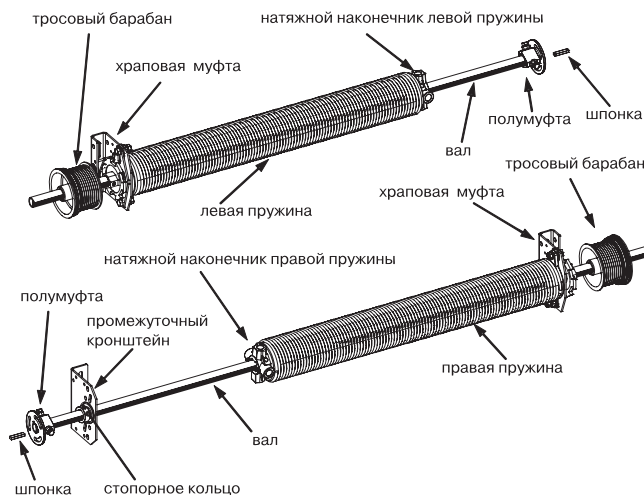

Рис. 24
- перед монтажом необходимо произвести сборку вала. Ниже рассматривается порядок сборки разрезного торсионного вала с двумя пружинами противоположного направления наводки (рис.24). При сборке должны быть выполнены следующие требования: